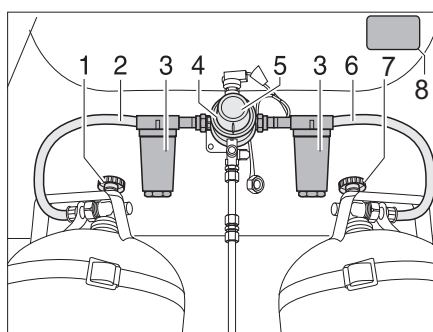
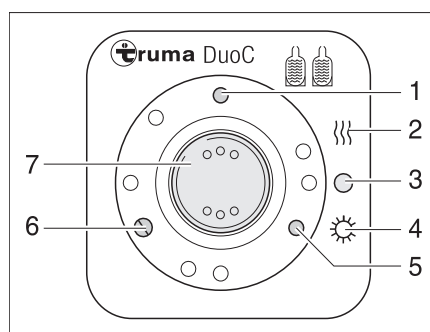

Fig. 84 Dispositif de commutation DuoControl
Fig. 85 Unité de commande
Le dispositif de commutation DuoControl est constitué d'une robinetterie de commutation (Fig. 84,4) et de l'unité de commande (Fig. 85). La robinetterie de commutation est montée entre les flexibles de gaz (Fig. 84,2 et 6). Avec le bouton rotatif (Fig. 84,5) sur la robinetterie de commutation, on peut déterminer laquelle des bouteilles de gaz est la bouteille de service et quelle bouteille de gaz est utilisée comme bouteille de réserve.
La robinetterie de commutation (Fig. 84,4) est équipée de l'installation de dégivrage du régulateur EisEx. On évite ainsi des dérangements de l'installation de gaz en hiver.
Avant la robinetterie de commutation se trouvent de chaque côté un filtre à gaz (Fig. 84,3), lequel protège l'installation de gaz de l'encrassement par l'huile et des impuretés.
Seules les fonctions électriques peuvent être commandées sur l'unité de commande (Fig. 85). Les robinets principaux des bouteilles de gaz (Fig. 84,1 et 7) doivent être ouverts à la main.
Lorsque le voyant de contrôle (Fig. 85,6) vert est allumé, la bouteille de service est pleine. Lorsque le voyant de contrôle (Fig. 85,5) rouge est allumé, la bouteille de service est vide. L'alimentation en gaz se fait alors via la bouteille de réserve.
- Ouvrir les robinets principaux des bouteilles de gaz (Fig. 84,1 et 6).
- Avec le bouton rotatif (Fig. 84,4) situé sur la robinetterie de commutation (Fig. 84,3), sélectionner la bouteille de gaz à partir de laquelle le gaz sera utilisé principalement (bouteille de service). Toujours tourner le bouton rotatif à fond.
- Mettre le commutateur à bascule (Fig. 85,7) sur "○" (Fig. 85,3). Le voyant de contrôle jaune (Fig. 85,1) s'éteint.
- Fermer les robinets principaux des bouteilles de gaz (Fig. 84,1 et 6).
Les voyants de contrôle de l'unité de commande (Fig. 85,5 et 6) signalent à l'intérieur du véhicule si la bouteille de gaz est en état de marche.
Lorsque le voyant de contrôle vert (Fig. 85,6) s'éteint pendant le fonctionnement et que le voyant de contrôle rouge (Fig. 85,5) s'allume, la bonbonne de gaz sélectionnée comme bouteille de service est vide et doit être remplacée. La bouteille de réserve alimente les appareils à gaz.
- ▶ Tenir compte de l'autocollant de sécurité (Fig. 84,8) sur le compartiment à gaz.